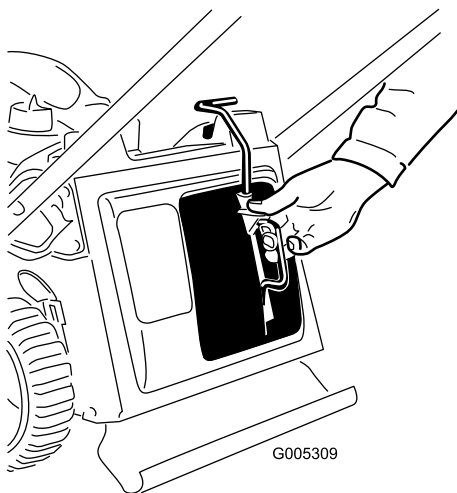

Figura 29
1. Togliete il coperchio di scarico (Figura 29).